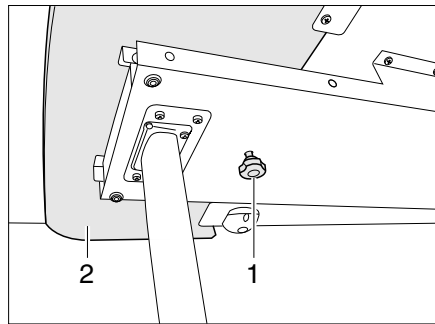
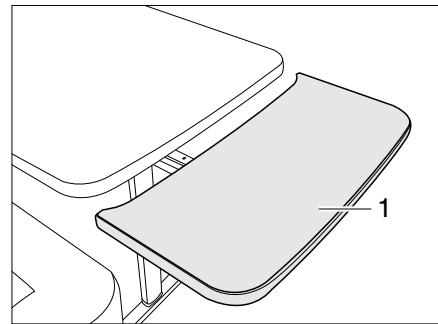

Bild 73 Verriegelung der Tischplattenverlängerung
Bild 74 Tischplattenverlängerung
- Rändelschraube (Bild 73,1) lösen.
- Tischplattenverlängerung (Bild 73,2) bis zum Anschlag herausziehen (Bild 74).
- Tischplattenverlängerung (Bild 74,1) in einem Bogen nach oben führen. Die Tischplattenverlängerung liegt bündig an der Tischplatte an.
- Tischplattenverlängerung (Bild 74,1) bis zum Anschlag von der Tischplatte wegziehen und gegen den Widerstand der Haltefedern nach unten drücken. Die Tischplattenverlängerung fährt in einem Bogen nach unten (Bild 74).
- Rändelschraube (Bild 73,1) festziehen.